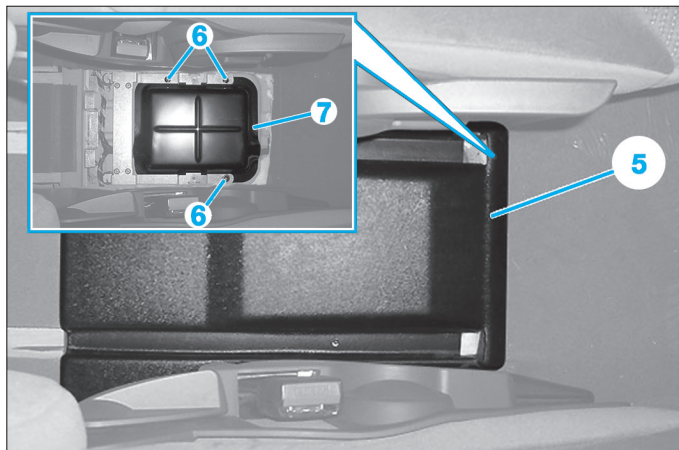
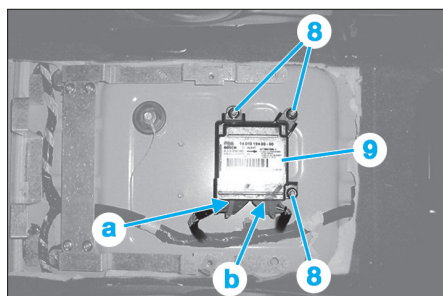

Fig. 15
Fig. 16
• Déposer le cache (5) (Fig.15).
• Déposer les écrous (6) et déposer le couvercle (7).
• Débrancher les connecteurs (a) et (b) du calculateur d'airbag (Fig.16).
• Déposer les écrous (8) et le calculateur d'airbag (9).